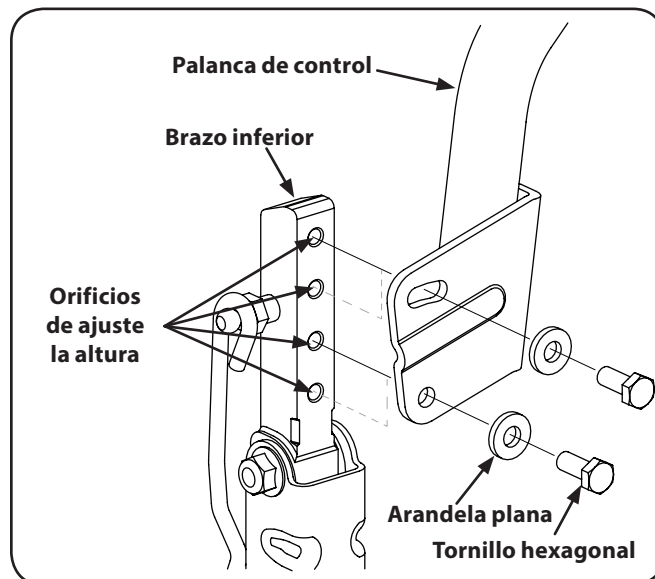

Figura 6-3
- Mientras sostiene la palanca de control para evitar que caiga, quite el tornillo hexagonal y la arandela plana de la base de la palanca de control y del brazo inferior. Consulte la Figura 6-3.
- Afloje el tornillo hexagonal si aún no lo aflojaron y rote la palanca de control hacia adelante o hacia atrás a la posición deseada. Vea la Figura 6-3.